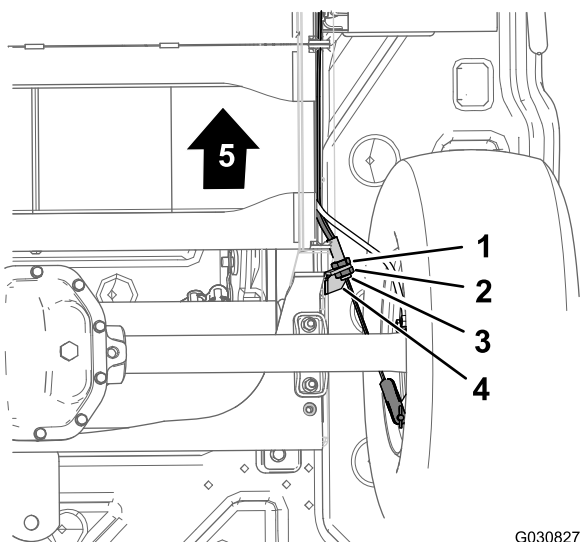

Figura 48
3. En la parte inferior de la máquina, afloje 4 vueltas la contratuerca trasera del ajustador roscado del cable del freno de estacionamiento (Figura 48).
4. Apriete la contratuerca delantera (Figura 48).
- A. Afloje 1 vuelta la contratuerca delantera (Figura 48) del ajustador roscado del cable del freno de estacionamiento.
- B. Apriete la contratuerca trasera (Figura 48).
- A. Afloje 1 vuelta la contratuerca trasera (Figura 48) del ajustador roscado del cable del freno de estacionamiento.
- B. Apriete la contratuerca delantera (Figura 48).